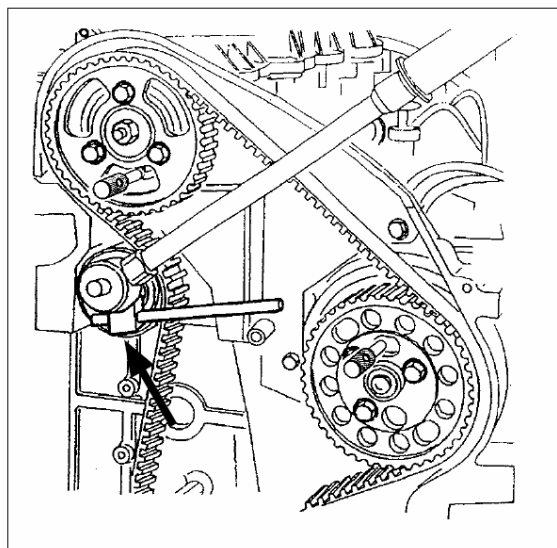

Abb. 2
- Das Werkzeug wird benötigt um die Spannrolle zu verdrehen und um sie während der Befestigung (Zentralschraube 25 Nm) in korrekter Position zu halten (Abb. 2).